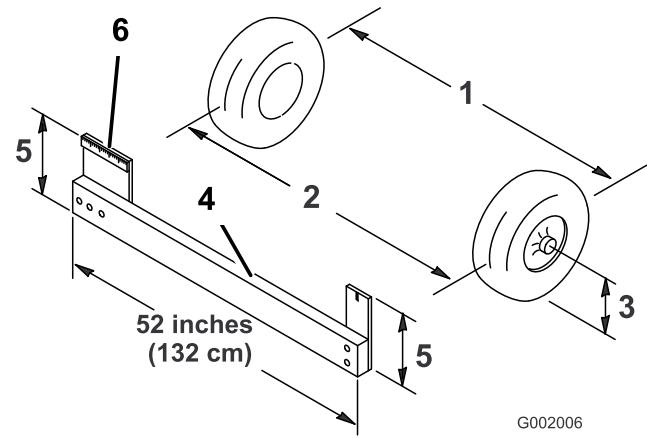

Bild 59
4. Messen Sie den Abstand zwischen beiden Vorderreifen auf Achshöhe (an der Vorder- und Rückseite der Vorderreifen) (Bild 59). Eine Messlehre ist für das hintere Maß der Vorderreifen auf Achshöhe erforderlich. Benutzen Sie das gleiche Maß für das genaue Vermessen der Vorderseite der Vorderreifen auf Achshöhe (Bild 59).